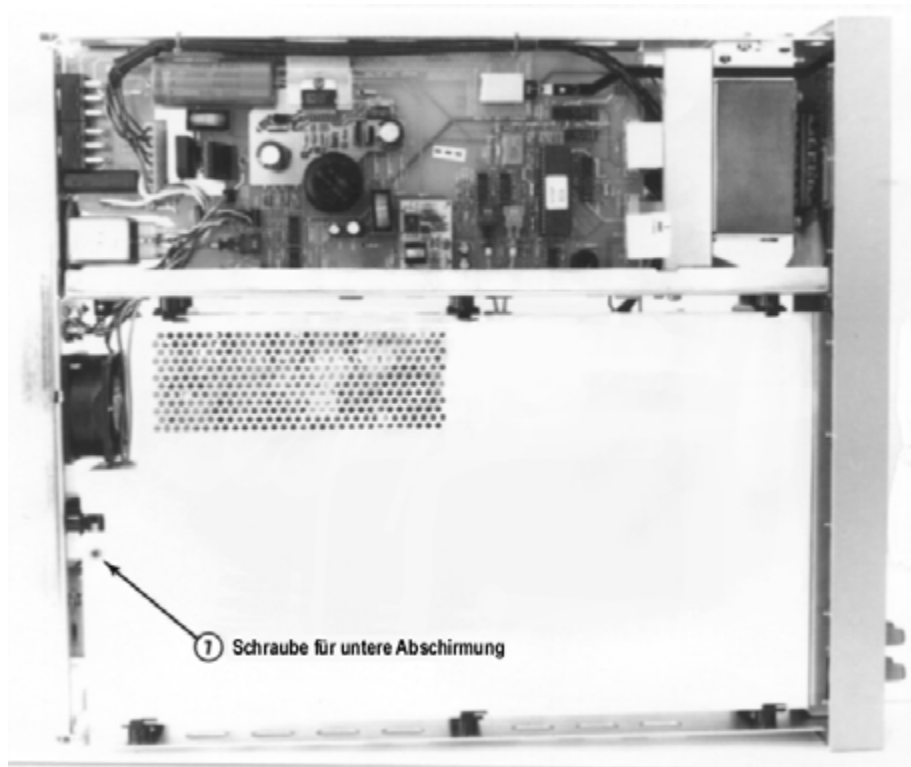

Abbildung C-5 Position des "Guard"-Schalters und der Betätigungsstange
- 1 Siehe **Abbildung C-5**. Entfernen Sie mit Hilfe des Inbusschlüssels #TX 10 die Befestigungsschraube der unteren Abdeckung. Nehmen Sie danach die Abdeckung ab. Ziehen Sie die Abdeckung in Richtung Geräterückwand, bis die Haltetaschen für die Abdeckung in einer Linie mit den Schlitzten in der Abdeckung sind. Nehmen Sie die Abdeckung ab.
- 3 Siehe **Abbildung C-5**. Bringen Sie die untere Abdeckung wieder an. Richten Sie die Schlitzte in der Abdeckung an den Haltetaschen aus. Drücken Sie dann die Abdeckung in Richtung Vorderseite des Gerätes, bis das Loch für die Befestigungsschraube sich über dem Gewindeloch im Chassis befindet. Bringen Sie die Abdeckungs-Befestigungsschraube mit Hilfe des Inbusschlüssels #TX 10 wieder an.